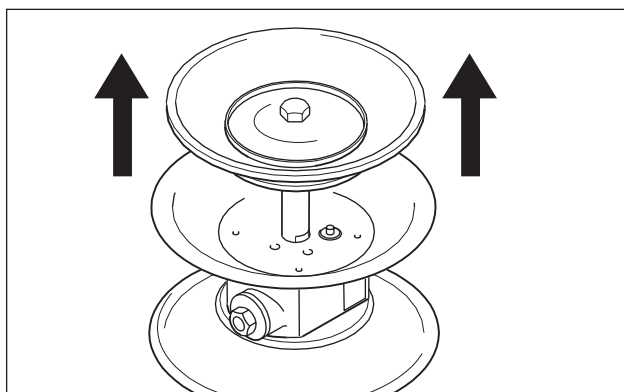

Рис. 11: Вынимание поршневого штока.
- Ослабьте внешнюю тарелку диафрагмы и снимите с диафрагмой (рис. 11). В случае
- Вынуть поршневой шток со второй мембраной из среднего блока и демонтировать вторую ме (Рис. 11).